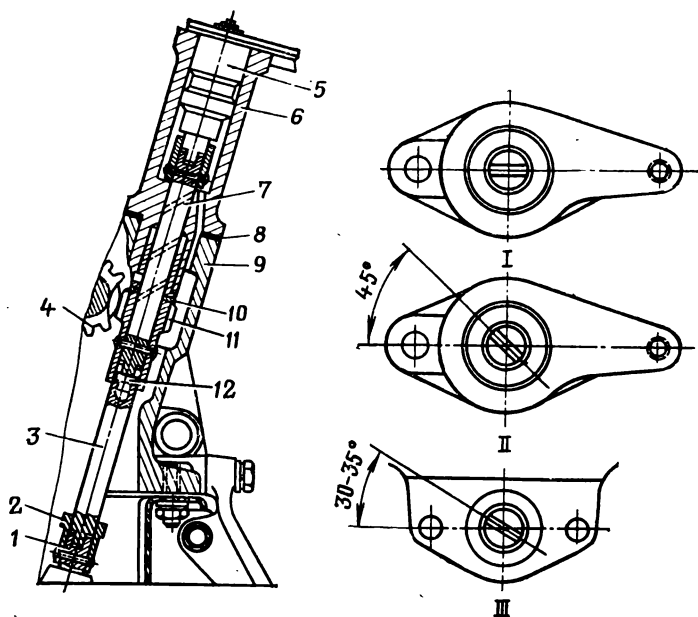

Рис. 27. Привод масляного насоса и распределителя зажигания:
2. Повернуть валик привода так, чтобы прорез на его торце для шипа распределителя занял положение II (рис. 27), а валик масляного насоса с помощью отвертки повернуть в положение III.